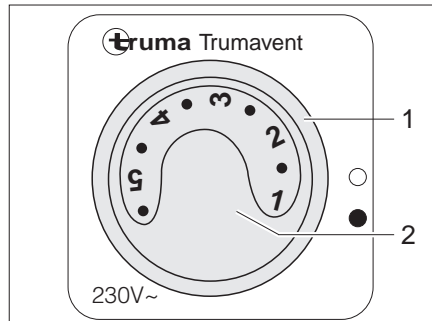

Bild 106 Bedienschalter für Umluftgebläse (230 V)
- Den Drehschalter (Bild 106,1) auf "●" stellen.
- Mit dem Drehknopf (Bild 106,2) die gewünschte Leistung des Umluftgebläses einstellen.
- Den Drehschalter (Bild 106,1) auf "○" stellen.